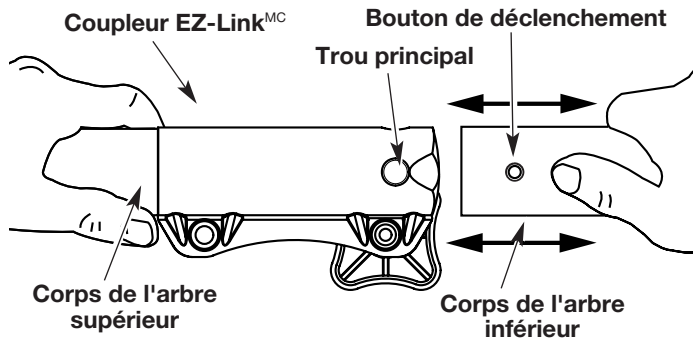

Fig. 24
2. Tenez fermement l'accessoire et enfoncez-le tout droit dans le coupleur EZ-Link^{MC} (Fig. 24).